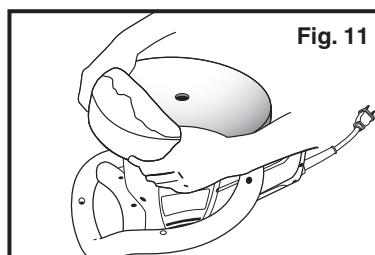

Fig. 11
INSTALACION DEL BONETE PULIDOR EN EL DISCO DE ESPUMA (Ver. Fig. 11)
1. Coloque el bonete de tela de toalla en el disco de espuma como se muestra en la Fig. 11.